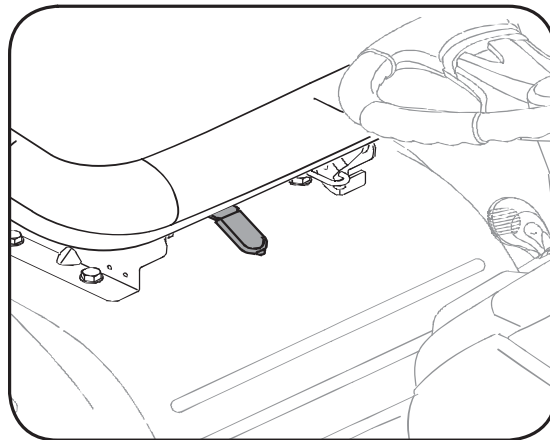

Figure 3-7
3. Pour ajuster la position du siège s'il est équipé d'une manette de réglage, déplacez la manette (qui se trouve sous le siège) vers la gauche et avancez ou reculez le siège. Voir la Figure 3-7. Assurez-vous que le siège est bloqué en position avant de mettre le tracteur en marche.